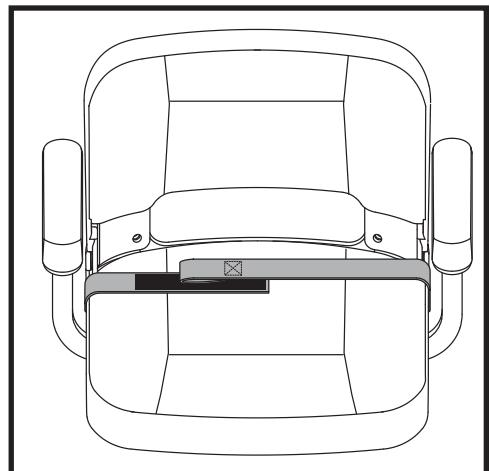

Figura 30. Cinture di sicurezza - Cintura di sicurezza con gancio riutilizzabile e velcro
1. Allineare le due parti della cintura ponendo la parte con il velcro direttamente sopra il lato di adesione ("gancio") dell'altra parte. Premere per bloccare. Vedere figura 30.